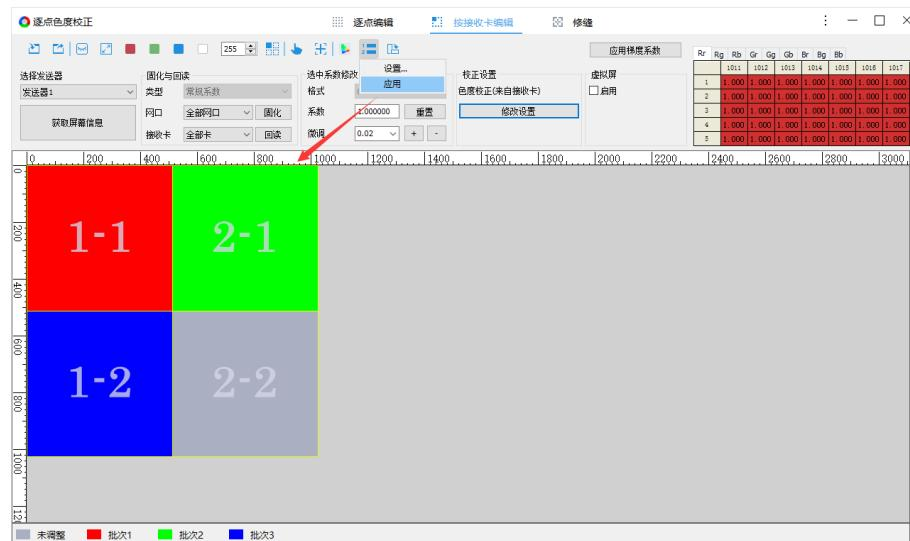

图 8.3.8 应用批次调整
- 步骤 3：点击²，选择“应用”，将批次调整应用到指定的校正系数。如图 8.3.8 所示。